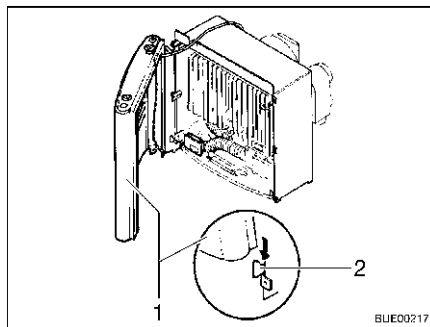

Fig. 138 Habillage du chauffage, pattes de retenue
- Monter l'habillage du chauffage. Pour ce faire placer l'habillage (Fig. 138,1) sur les pattes de retenue inférieures (Fig. 138,2).